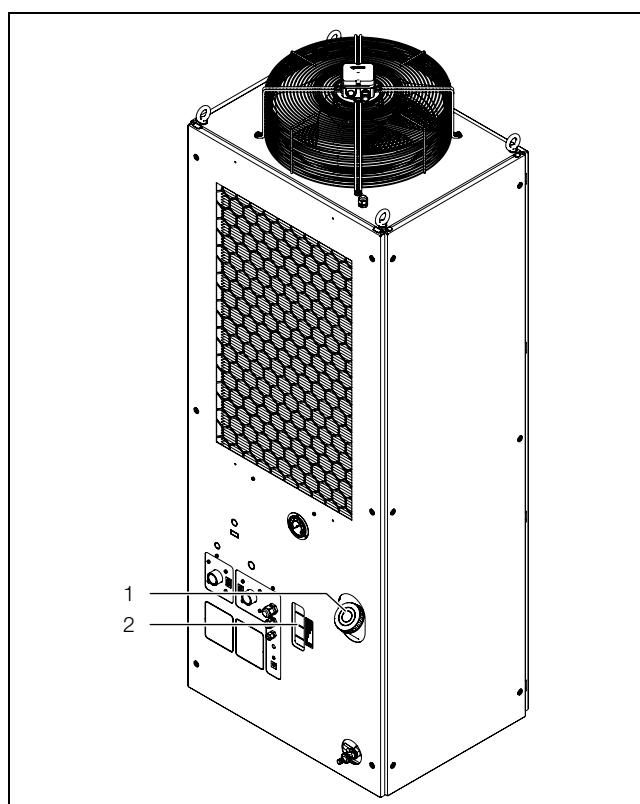

Imagen 12: Llenado del medio refrigerante
- Llene la chiller con medio refrigerante a través del tapón de llenado (imagen 12, pos. 1) del depósito.
- Controle el nivel de llenado del depósito a través de la mirilla de la carcasa (imagen 12, pos. 2).